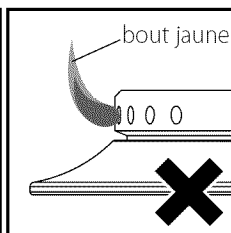

figure 4
- Dévisser la vis de retenue venturi. Déplacer le venturi vers l'injecteur jusqu'à ce que l'extrémité de la flamme commence à jaunir (voir la figure 4).